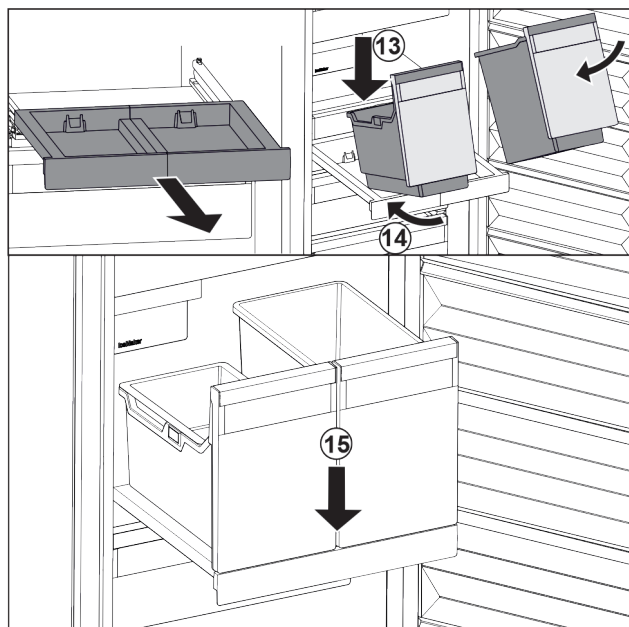

Fig. 90
- ▶ Așezați recipientele oblic pe raftul extractibil. Fig. 90 (13)
- ▶ Inserați recipientul oblic spre partea posterioară. Fig. 90 (14)
- ▶ Depuneți recipientul în față. Fig. 90 (15)